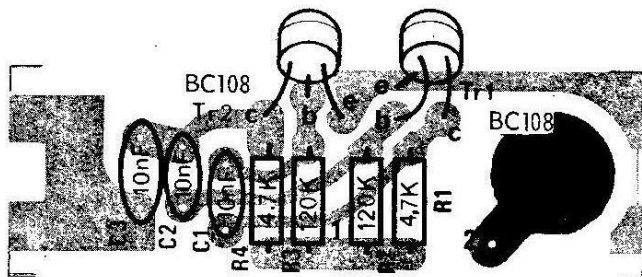

Fig. 3 - Vista del circuito impreso por el lado del cobre. Los componentes van montados por el lado opuesto.
2) Montar los componentes en el circuito impreso por el lado de la superficie libre de cobre del circuito impreso (fig. 3). Montar las resistencias doblando los terminales e insertándolos en los respectivos taladros, de manera que sus cuerpos queden tocando a la baquelita. Soldar los terminales y cortar los que sobresalgan más de 2 mm. de la superficie de cobre.